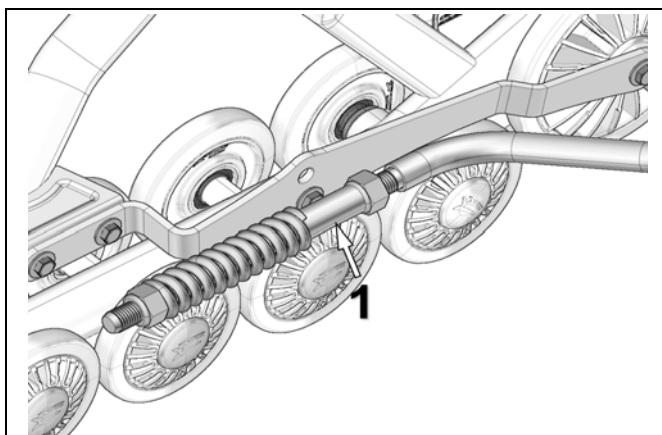
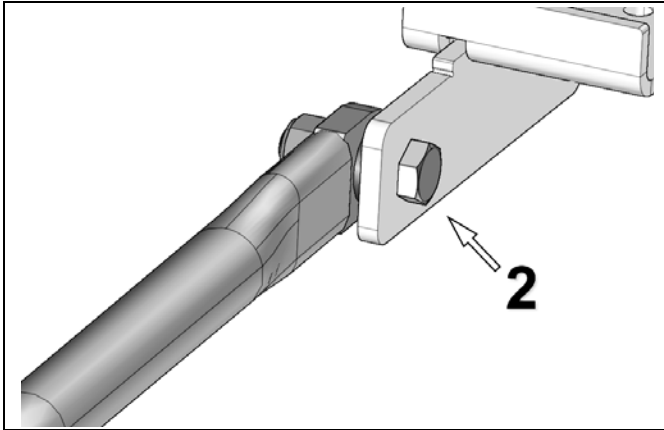

Abbildung 8
Abbildung 9
- Der Stabilisierungsarm (1) muss am Raupenkettensystem und am hinteren, am Fahrzeug angebrachten Verankerungsbügel (2) montiert werden. Siehe Abbildung 8 und Abbildung 9.